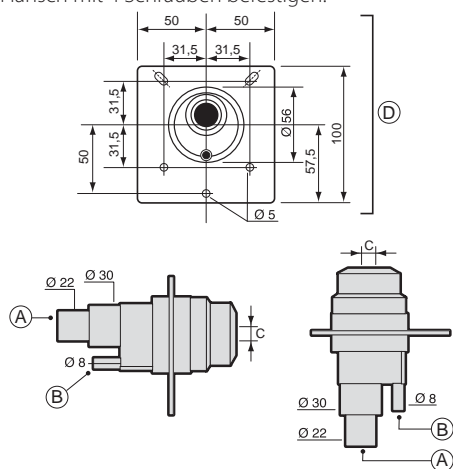

Fig. 3.b
**Montageanleitungen (siehe Fig.3.b):**